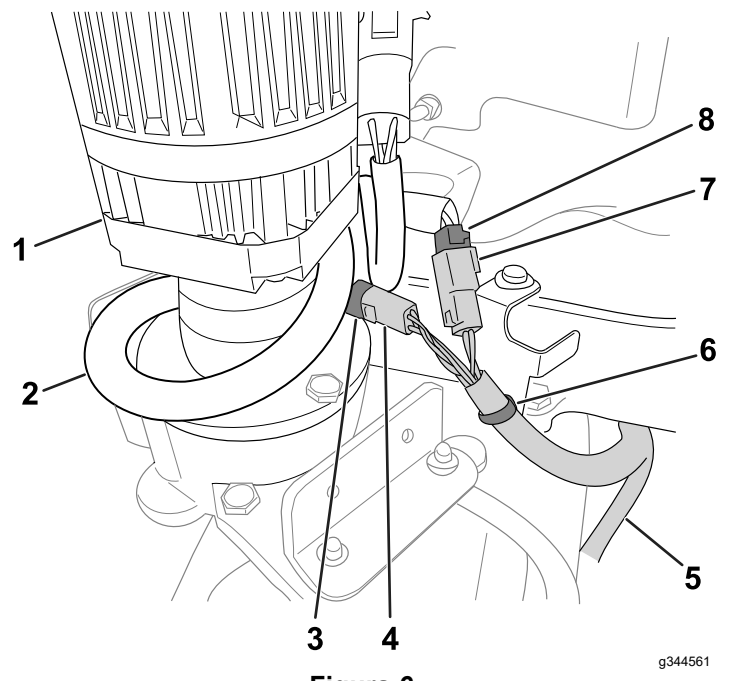

Figura 6
3. Enrute los conectores restantes del arnés de cables de la caja de engranajes hacia el motor de dirección (Figura 6).
4. Corte la brida que fija el arnés de la máquina al soporte, dejando la grapa en su lugar (Figura 6). Deseche la brida.
5. Conecte los conectores de la caja de engranajes a los conectores del arnés de cables de la máquina (Figura 6).
6. Enrolle la holgura extra del arnés de cables de la máquina alrededor del motor de dirección, tal y como se muestra en la Figura 6.
7. Con la brida suministrada en el kit, fije el arnés de la caja de engranajes a la grapa, tal y como se muestra en la Figura 6.